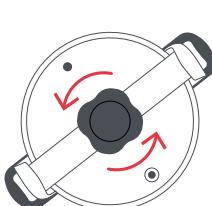
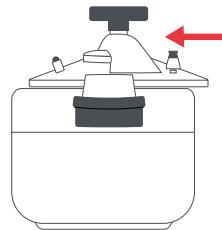
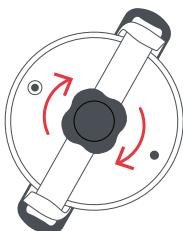

Fig. 7
Fig. 8
Fig. 9
2 Com o botão de aperto (33) na sua posição inferior (rode no sentido contrário ao dos ponteiros do relógio) (Fig. 7), coloque a tampa (1) sobre o corpo (11) (Fig. 8) ligando os extremos do travessão
(35) a cada uma das garras e certifique-se de que fica bem encaixada, deslizando os dedos em redor da tampa.
3 Rode o botão de aperto (33) no sentido dos ponteiros do relógio (Fig. 9). Proceda ao fecho definitivo rodando o botão de aperto (33) entre 1 e 1/2 e 2 voltas, até o travessão (35) ficar bem fixo por baixo das garras (37) e a tampa (1) ficar completamente fechada.
Depois da pressão ser libertada, abra a panela rodando o botão de aperto (33) no sentido anti-horário até que o travessão (35) fique na posição mais baixa possível (Fig. 7). Deslize a tampa (1) horizontalmente até a retirar completamente. Abra a panela de pressão com cuidado. Mantenha o rosto e o corpo afastados, dado que ainda pode permanecer algum volume de vapor quente dentro da panela.